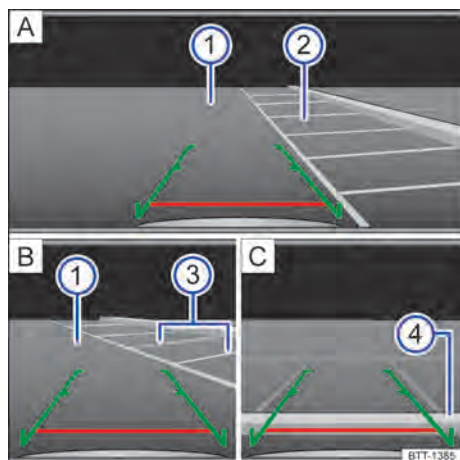

Fig. 109 Exibição do display do sistema do rádio: estacionar com a câmera de marcha a ré.
Legenda para Fig. 109:
- Posicionar o veículo na frente da vaga de estacionamento → Fig. 109 ② A.
- Conduzir para trás lentamente e manobrar de modo que as guias verdes laterais conduzam entre as linhas de delimitação da vaga de estacionamento delimitada ② [A].
- Alinhar o veículo na vaga de estacionamento selecionada de modo que as guias verdes laterais fiquem em cima das linhas de limitação lateral ③ [B].
- Parar o veículo, quando a linha vermelha atingir a limitação traseira ④ [C].